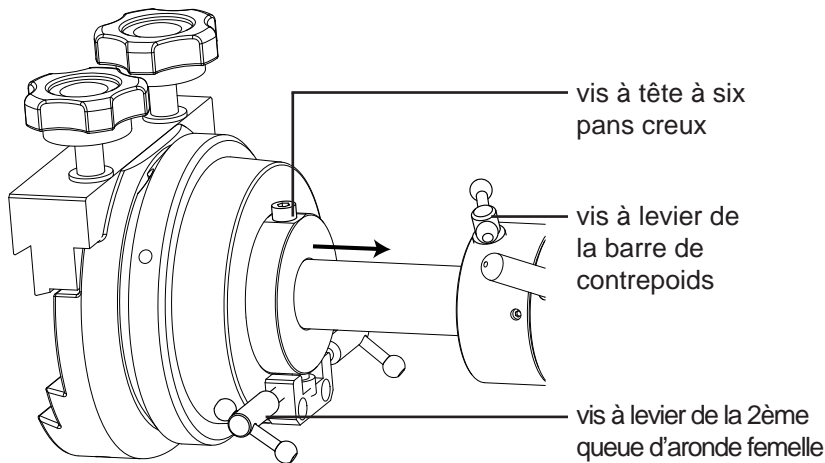

Fig. 2.5a
2. Desserrez la vis à tête à six pans creux située sur la collerette chromée de la queue d'aronde femelle puis insérez cette dernière au bout de la barre de contrepoids (Fig. 2.5a). Alignez la vis avec le méplat de la barre.